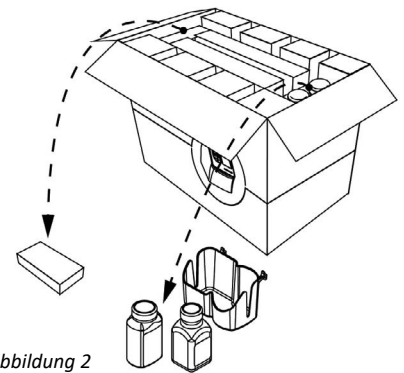

Abbildung 2
2. Entnehmen Sie das Netzteil und legen Sie es zur Seite (Abbildung 2).
3. Entnehmen Sie die miniiWASH- und miniiWASTE-Flaschen sowie die Flaschenhalterung und legen Sie sie zur Seite (Abbildung 2).